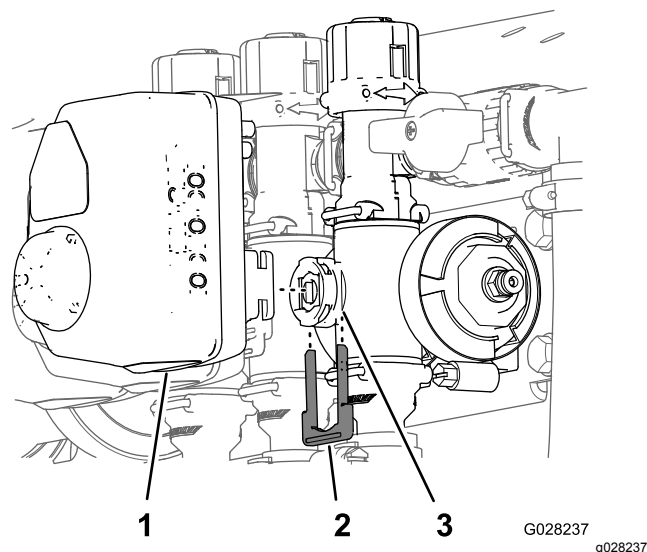

図 97
3. アクチュエータを散布量制御バルブ、攪拌バルブ、マスターブームバルブ、または個別ブームバルブ用のマニホールドバルブに固定しているリテーナを外す 図 97。